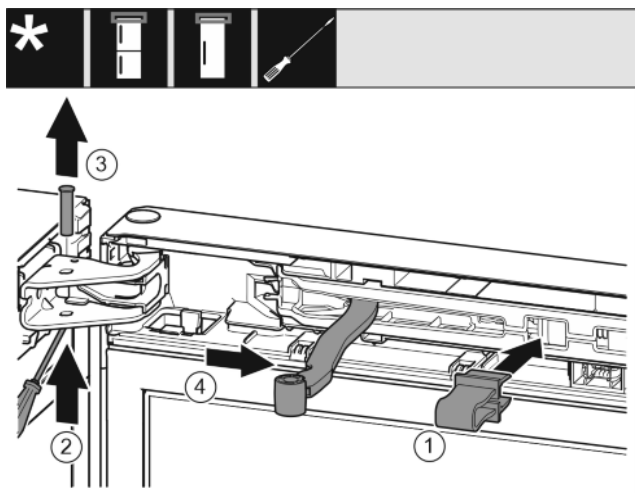

Fig. 7
- ▶ Sicherung in Öffnung einrasten. Fig. 7 (1)
- ▶ Bolzen mit Schraubendreher herausschieben. Fig. 7 (2)
- ▶ Bolzen nach oben herausnehmen. Fig. 7 (3)
- ▶ Gelenk in Richtung Tür drehen. Fig. 7 (4)